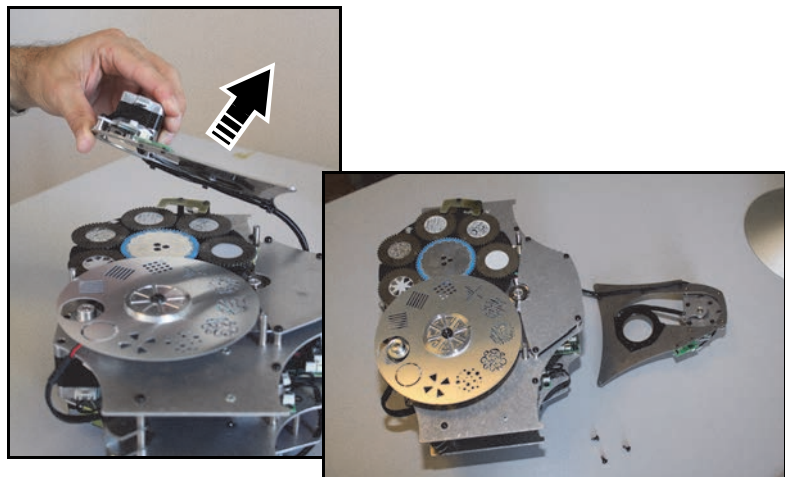

Figure 15: Dépose du support d'iris
3. Voir Figure 15. Il n'est pas nécessaire de déconnecter l'iris. Dégagez le support d'iris du multi-module et placez-le à côté. Vous avez accès à la roue de gobos fixes.